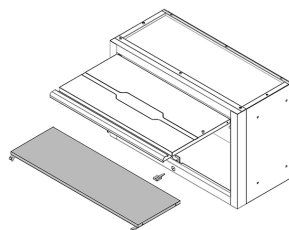

Figure 5.
5. Place the shelf (#8) on the supports. You may need to angle the shelf to have it pass through the front opening (Fig. 5).
5. Posez la tablette (n° 8) sur les supports. Vous pourriez devoir incliner la tablette pour la faire passer dans l'ouverture avant (fig. 5).